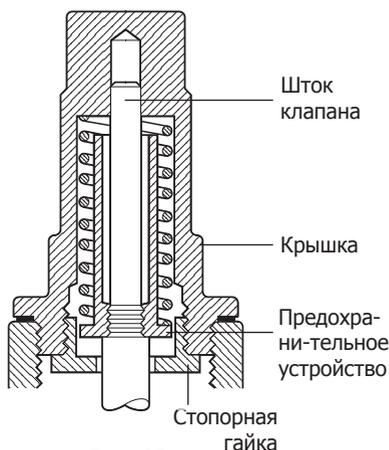

Рис. 19
## 4.4 Клапан SBRA с предохранительным устройством (рис. 19 и 20)
- Перекройте доступ среды и снимите крышку с клапана (рис. 19).